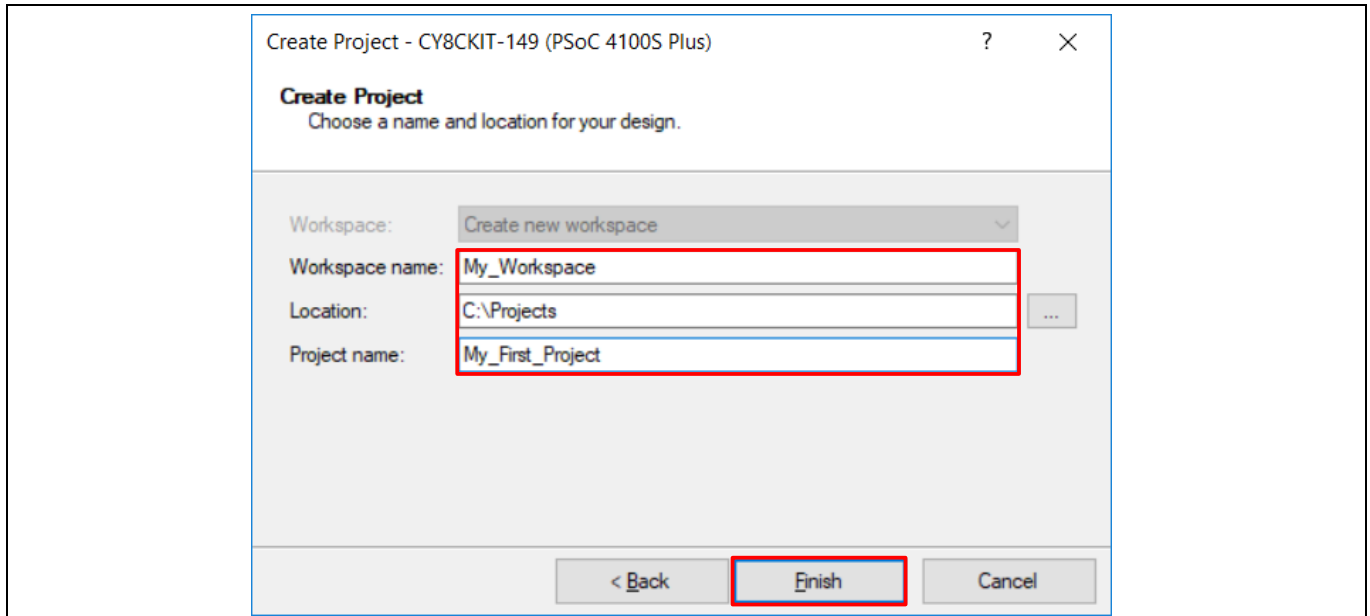

Figure 36 プロジェクト名と場所の選択
4. **Figure 36** に示すように、プロジェクト名 (例えば「My_First_Project」) およびワークスペース名をつけてください。新規プロジェクトに適切な場所を選択して、**Finish** をクリックしてください。